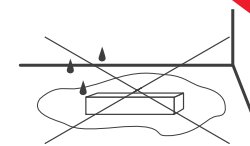

Рис. 3. Не устанавливать источник в местах скопления воды
- 4.9. Не размещайте источник в местах и нишах, где может скапливаться вода. Нахождение источника в воде (лужа, тающий снег) вызывает разрушающие электрохимические процессы (Рис. 3).